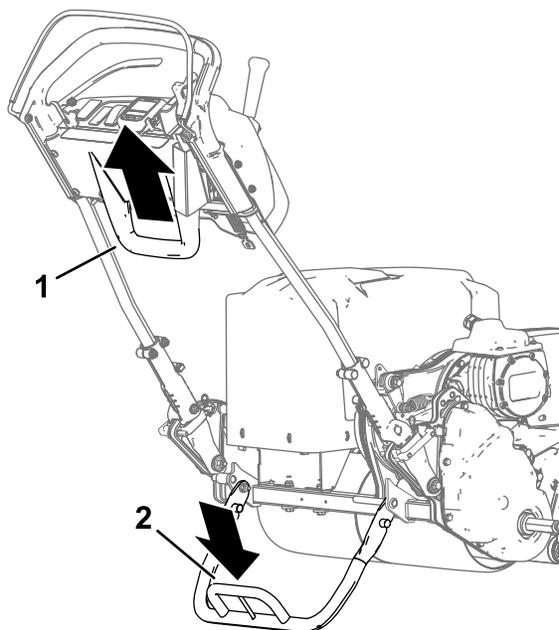

Figura 21
- Para utilizar el caballete para instalar las ruedas de transporte, baje el caballete al suelo y pise la barra mientras tira hacia arriba y hacia atrás del manillar central inferior (Figura 21).